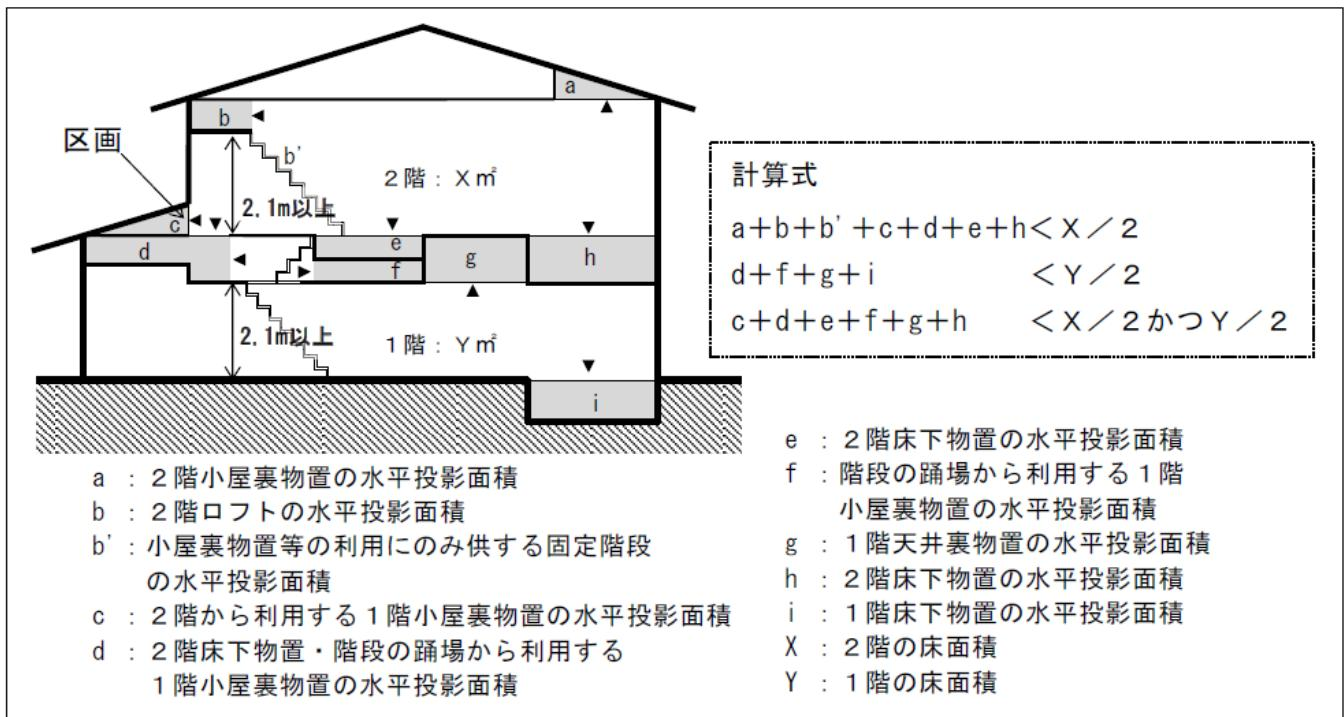
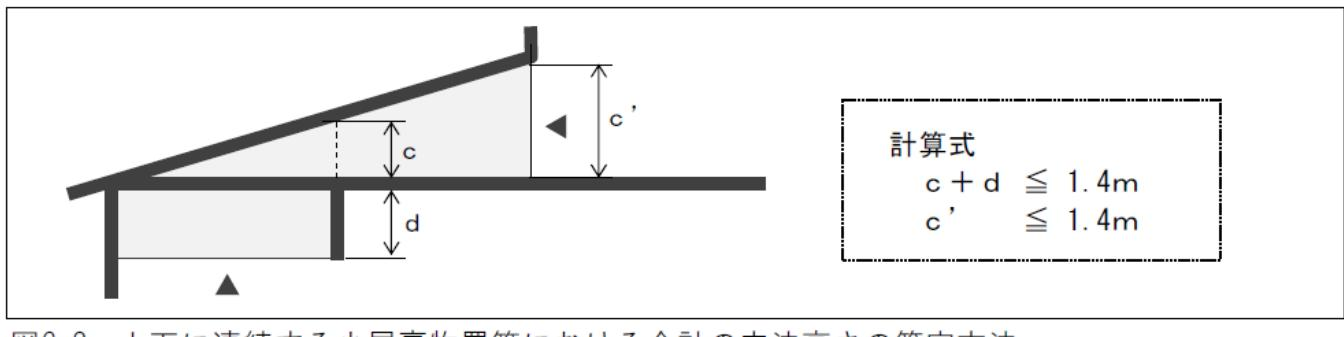

図6-1 階とみなさない小屋裏物置等の条件
図6-2 上下に連続する小屋裏物置等における合計の内法高さの算定方法
- ① 一の階から利用する小屋裏物置等の部分の水平投影面積の合計（共同住宅等にあっては各戸単位で算定）が、当該小屋裏物置等を利用する階の床面積の1/2未満であること。また、階の中間に設ける小屋裏物置等の部分の水平投影面積の合計が、その接する上下それぞれの階の床面積の1/2未満であること。なお、床面に高低差があって、その床面の差が1.4mを超える場合は、小屋裏物置等の水平投影面積の算定上は別の階とみなして算定する。
- ② 小屋裏物置等の最高の内法高さが1.4m以下であること。また、上下階にそれぞれ小屋裏物置等が存在し、上下に連続する小屋裏物置等にあっては、内法高さの合計が1.4m以下であること。（図6-2）
- ③ 階の中間に設ける小屋裏物置等については、当該部分の直下が居室である場合、当該居室の天井高さは2.1m以上であること。
- ④ 小屋裏物置等に窓等を設ける場合は、当該小屋裏物置等の床面積の1/20以下であること。ただし、当該小屋裏物置等が上下に接する場合には、その水平投影面積の1/20以下であること。
- ⑤ 図6-1のCのように、小屋裏物置等を水平投影した部分が、当該小屋裏物置等を利用する階の床面積に算入されていない場合は、当該小屋裏物置等とその他の部分が、床、天井、壁、戸等で区画されていること。